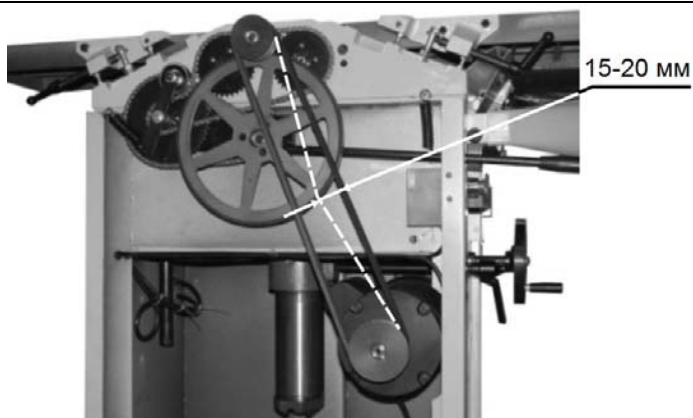

Рис. 12
22.1. Необходимо регулярно очищать приводные звездочки от пыли и грязи с помощью щетки или сжатого воздуха. Регулярно смазывайте все подшипники, шестерни, цепные передачи и цепи небольшим количеством машинного масла. Регулярно очищайте ремни и шкивы от смазки, Рис. 12.
После первых пяти часов работы необходимо проверить натяжение ремней. Выкрутите винты съемного кожуха (19), снимите съёмный кожух (18), Рис. 2б. Проверьте натяжение ремней, нажав пальцем на ремень в его средней части. Прогиб ремня должен составлять приблизительно 15-20 мм. Если прогиб ремня слишком большой, ослабьте четыре винта, закрепляющие электродвигатель и отрегулируйте натяжение ремня, Рис. 12.